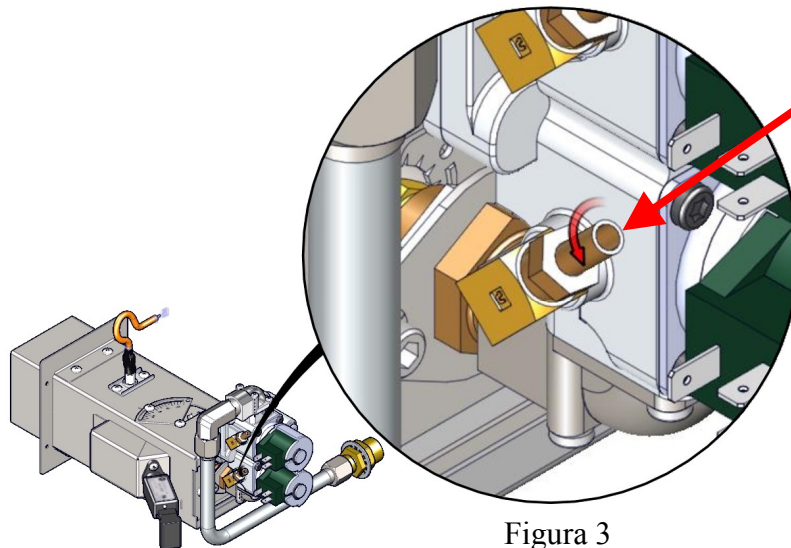

Figura 3
- Aflojar el tornillo de ajuste 1 vuelta completa en sentido antihorario (Figura 3)